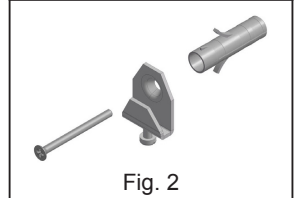

Fig. 2
- a) Nr. 2 medfølgende, nivellerende ophæng med rawplugs (Fig. 2)
- 7) Hæng emhætten op på fæstesystemet (fig. 2 og 3) og niveller den ved at indvirke på justeringsskruen.